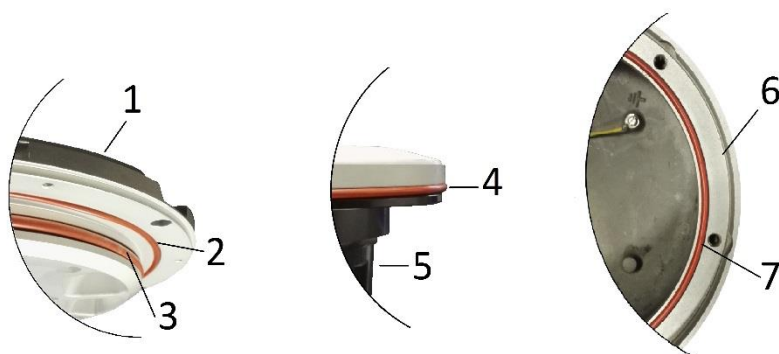

Figure 24 – Joints du feu
- deux joints toriques entre le couvercle supérieur et le couvercle inférieur (Figure 24 – n°2 et 3) ;
- un joint torique entre le feu et la base basse dia. 12" (Figure 24 – n°7) ;